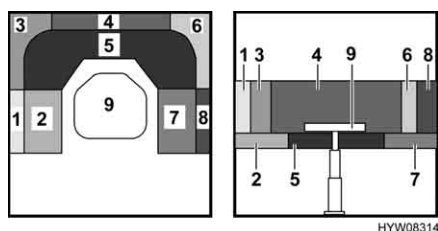

Fig. 64 Prima della trasformazione
- Rimuovere i cuscini dello schienale (Fig. 64, 1, 3, 6 e 8).